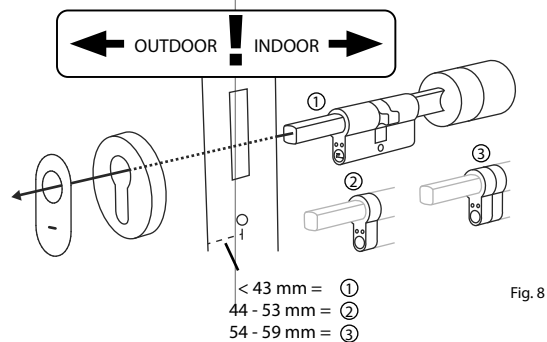

Fig. 8
- ⑤ Deslize o cilindro na fechadura de embutir da porta pelo lado de dentro da porta. Deslize a cobertura da fechadura de emergência para o exterior do eixo de bloqueio (Fig. 8).